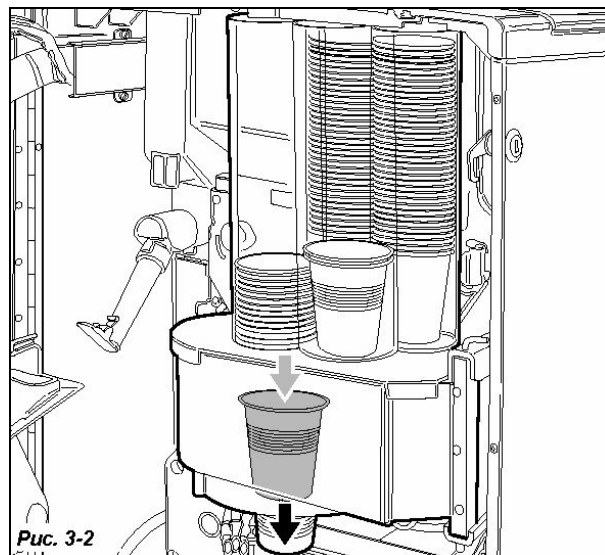

Рис. 3-2
- Электродвигатель внутри раздаточного механизма приводит в действие спирали, отделяющие стаканчики друг от друга, при этом стаканчик подается в специальный держатель (Рис. 3.2).